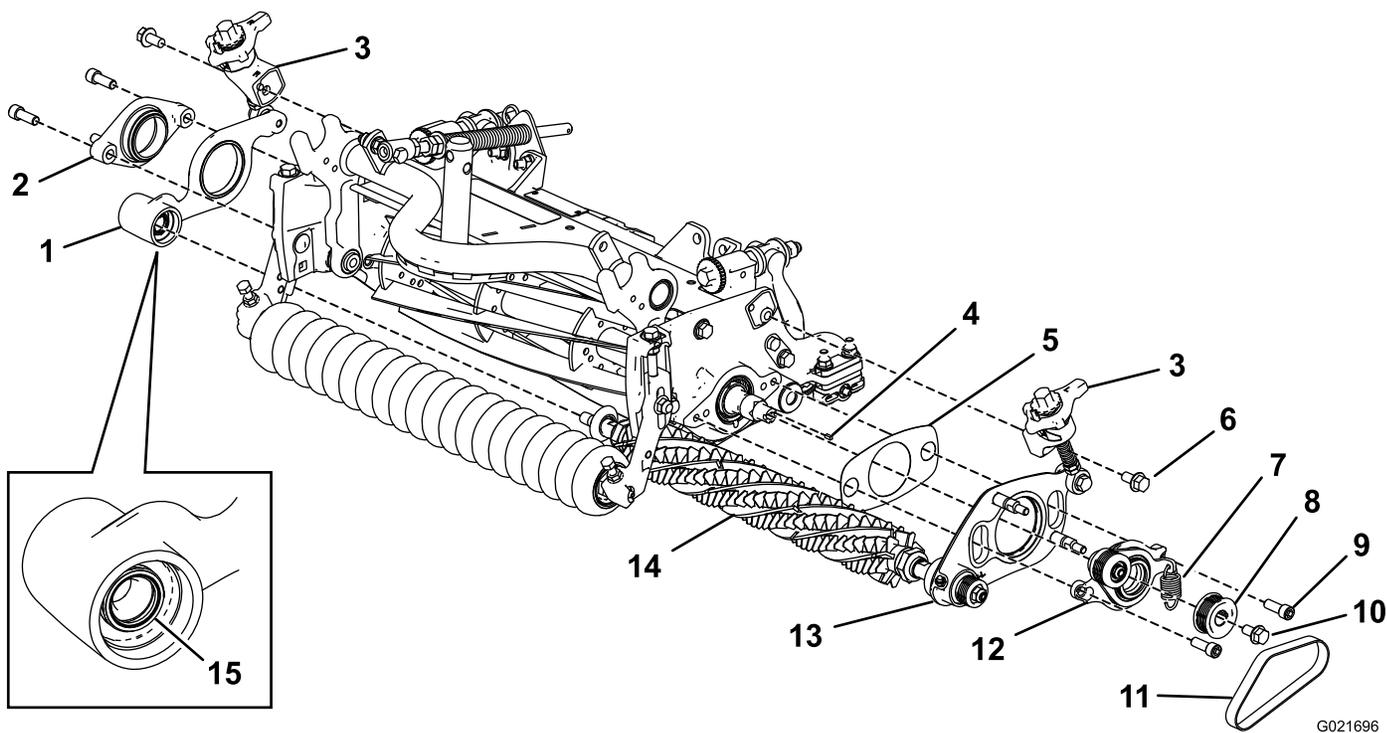

**Figure 9**
18. À l'aide de l'outil pour arbre d'entraînement de cylindre, déposez l'insert cannelé du côté entraînement de groomer de l'arbre de cylindre (Figure 9).